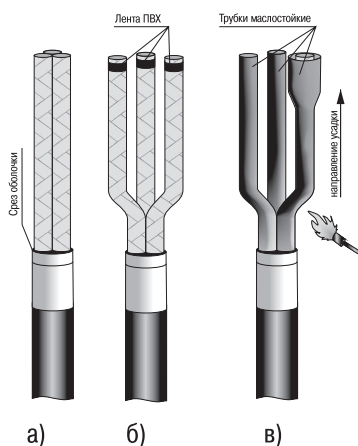

Рисунок 8
4.16 Снять оболочку с конца кабеля до первого кольцевого надреза. Надеть временный бандаж из 2–3 витков ХБ ниток на полупроводящую бумагу у среза оболочки. Удалить полупроводящую бумагу, поясную изоляцию, корделии и расцветочные ленты фазной изоляции (при их наличии). Убрать ниточный бандаж (рисунок 8а).
4.17 Развести жилы кабеля с радиусом изгиба жил не менее 10-кратной высоты сектора или диаметра жилы по изоляции. Обезжирить их салфеткой, смоченной в бензине или ацетоне. Закрепить фазную изоляцию на концах жил бандажом из 2–3 витков ПВХ ленты (рисунок 8б).
4.18 Надеть на жилы кабелей маслястойкие трубки (прозрачные) до упора в «корешок» разделки кабеля. При необходимости обрезать верхнюю часть трубок по длине жилы. Усадить каждую трубку равномерным прогревом пламени горелки, начиная с «корешка» и далее к концу жилы (рисунок 8в).